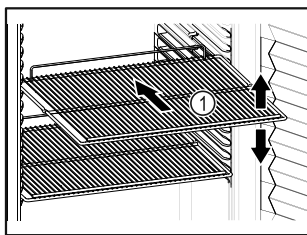

Fig. 18 Példaként szolgáló ábrázolás
- ❑ Ha a tárolófelületek Fig. 18 (1) áthelyezhetőek, akkor igazítsa be őket a kívánt magasságnak megfelelően.